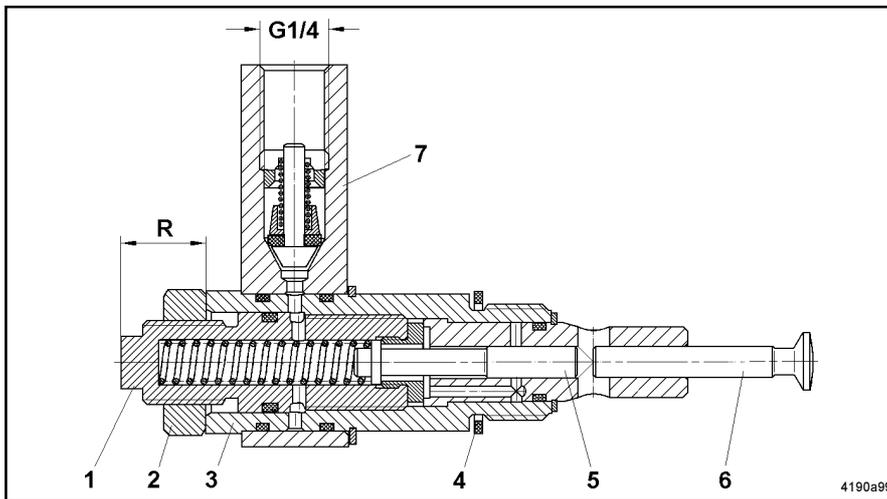

Abb. 4 - Pumpenelement mit Schnittbild
- * Die Gegenmutter (2, Abb. 4) lockern, dabei die Einschraubhülse (3) mit einem zweiten Schlüssel festhalten.
- * Regulierspindel (1) mit einem Schlüssel SW 10 drehen:
- Das Maß "R" in Abb. 4 gibt die ungefähre Größe der
- * Nach der Einstellung Gegenmutter (2) kontern. **Anzugsdrehmoment max. 12 Nm.**
- * Das Pumpenelement zunächst von Hand einschrauben und dann mit einem Gabelschlüssel am Einschraubzapfen (Pos. 3, Abb.4) anziehen.
- * Gabelschlüssel am Einschraubzapfen des Pumpenelementes (Pos. 3, Abb. 4) ansetzen und das Pumpenelement vorsichtig herausschrauben.